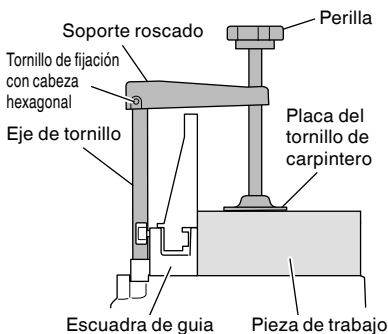

Fig. 24
(1) La prensa de tornillo se puede colocar sobre la base.
(2) Gire la perilla superior y fije firmemente la pieza de trabajo en su lugar (Fig. 24).